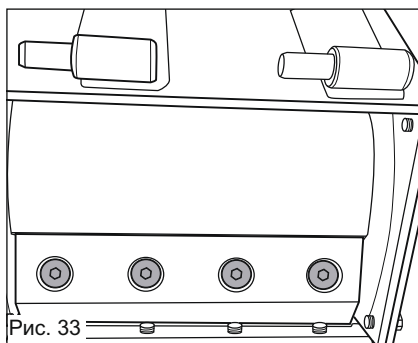

Рис. 33
5. Имеется два лезвия, каждое из которых крепится к вращающемуся барабану четырьмя винтами. Чтобы снять лезвия, сначала очистите головки винтов от мусора и скоплений материала. Поверните ось лезвия, чтобы установить положение первого лезвия для получения доступа к винтам (рис. 33)